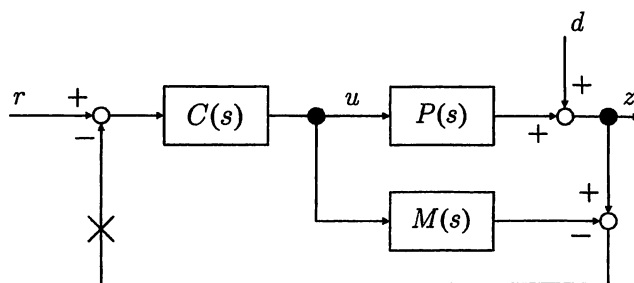

図 1
問 1 図 1 に示すフィードバック系を考える。図において、 $P(s)$ を制御対象、 $M(s)$ と $C(s)$ を制御器の一部、 u を入力、 z を出力、 r を目標値、 d を外乱とする。また、目標値 r から出力 z までの閉ループ伝達関数を
(1) 図 1 の制御方式は内部モデル制御と呼ばれ、
(i) 図 1 の×印の位置でループを切るときの一巡伝達関数を $L(s)$ とする。このとき、次式の空欄(ア)～(オ)を a 、 b 、 c を用いて埋めよ。ただし、 $r=0$ とする。
(ii) $a > 0$ 、 $b = 4a$ 、 $c = 2$ とする。このとき、図 1 のフィードバック系が安定であるための k の範囲を a を用いて表せ。